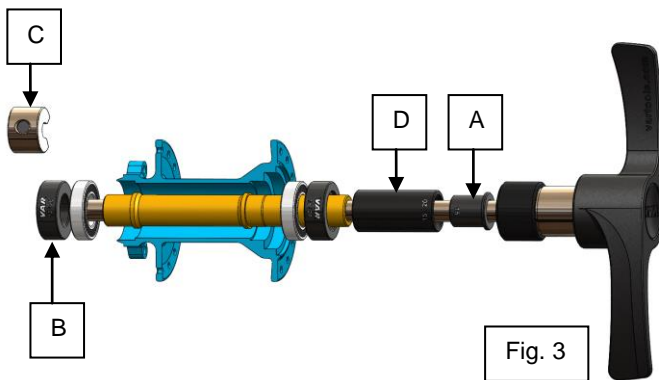

Fig. 3
Presser les roulements – axe de moyeu avec épaulements (Fig. 3 et 4)
Dans certains cas, l'axe du moyeu comporte des épaulements. Il est donc impossible de mettre l'axe une fois les roulements pressés. Vous devez monter l'axe du moyeu en même temps que les roulements (Fig. 3).
1. Choisissez la bague (B, Fig. 3) correspondant à l'un des roulements à presser. Les dimensions du roulement sont rappelés sur les bagues : 12/21, 12/24, 12/28, 15/24, 15/28, 17/26, 17/30, 20/32, 25/32.
3. Dévissez en partie la poignée de l'axe de la presse et retirez la butée aimantée (C, Fig. 3) de l'axe de l'outil. Dans sa mallette, la poignée est vissée à fond et la butée aimantée est placée proche de la poignée.
4. Placez les roulements à monter sur l'axe du moyeu et mettez en place les bagues (B, Fig. 3).
5. Faites passer la presse dans l'axe du moyeu. Si l'axe du moyeu est trop long et dépasse des bagues (B, Fig. 3), utilisez une entretoise (D, Fig. 3). Si l'entretoise est nettement plus longue que la partie de l'axe qui dépasse, vous pouvez utiliser un guide (A, Fig. 3) pour éliminer tout risque que l'entretoise se mette de travers (facultatif).
6. Positionnez la butée aimantée (C, Fig. 3) dans l'une des rainures de l'axe, le plus proche possible du moyeu.